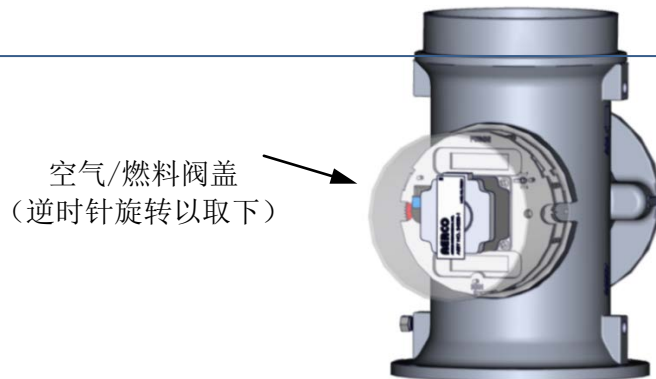

图 5-7. 空气/燃料阀盖位置
2. 逆时针旋转空气/燃料阀盖将其解扣并取下（参见图 5-7）。
3. 逆时针旋转空气/燃料阀盖（参见图 5-7）将其解扣，然后提起卸下。